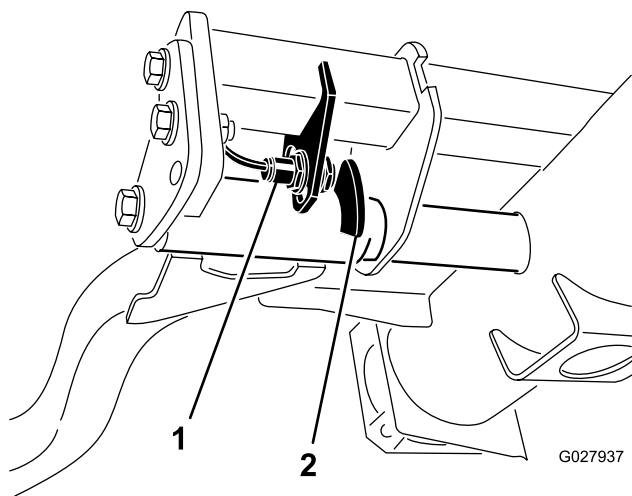

Рисунок 36
2. Переключатель подъемного рычага расположен под гидравлическим баком позади переднего правого подъемного рычага (Рисунок 36).
3. Ослабьте крепежные винты переключателя (Рисунок 36) и переведите переключатель вниз, чтобы увеличить высоту поворота подъемного рычага, или переведите переключатель вверх,